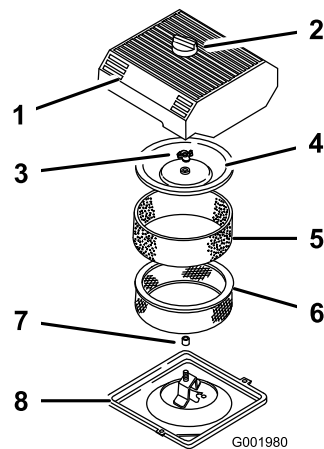

Figura 39
3. Curăai în jurul filtrului de aer pentru a preveni pătrunderea murdăriei în motor i a evita deteriorarea (Figura 39).
4. Slăbiți butonul de pe capacul filtrului de aer i îndepărtați capacul (Figura 39).
5. Glisați cu grijă elementul din spumă de pe elementul din hârtie (Figura 39).
6. Îndepărtați piulița capacului i îndepărtați capacul i elementul din hârtie (Figura 39).
1. Glisai cu atenție elementul din spumă pe elementul filtrului de aer (Figura 39).
3. Montați manual piulia capacului strâns pe capac (Figura 39).
4. Montați capacul i butonul filtrului de aer (Figura 39).